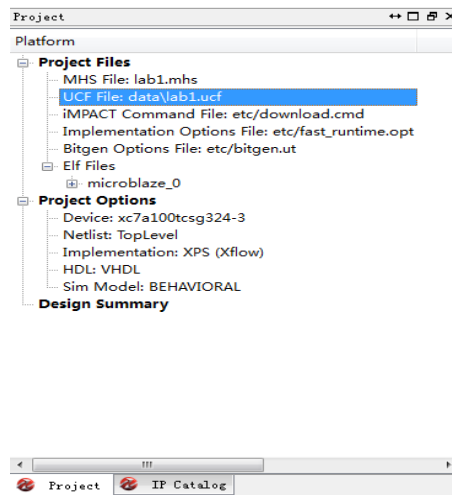

图 18: UCF 文件的位置
- 4-1-1. 在页面偏左找到 IP catalogue / Project 选项卡，双击 UCF File: DATA\lab1.ucf，ucf 文件在右侧打开，如图 18